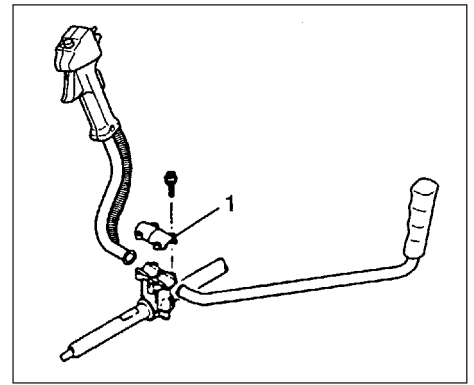

Fig.1-3
#### Montering av handtag (Fig. 1-3, 3B)
Tag loss överfallet (1). (Fig. 1-3)